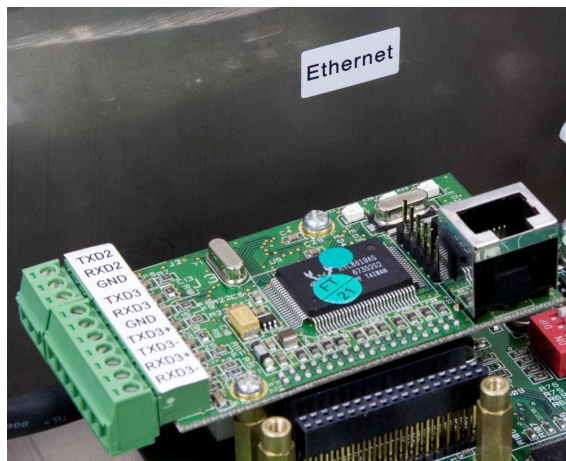

Abbildung 3-16: Anbringungsposition des Ethernet-Etiketts
- Wenn Sie die Ethernet-Option installieren, finden Sie die identifizierende Ethernet-Beschriftung im Optionssatz. Das Etikett kann, wie in der Abbildung 3-16 dargestellt, am Gehäuse des ACM500 in der Nähe des Ethernet-Anschlusssteckers angebracht werden.
- Wenn Sie die EtherNet/IP-Option installieren, finden Sie als benutzerfreundliche Leistung die EtherNet/IP PLC-Beschriftung im Optionssatz. Das Etikett kann, wie in der Abbildung 3-16 dargestellt, am Gehäuse des ACM500 in der Nähe des EtherNet/IP-Steckeranschlusses angebracht werden.